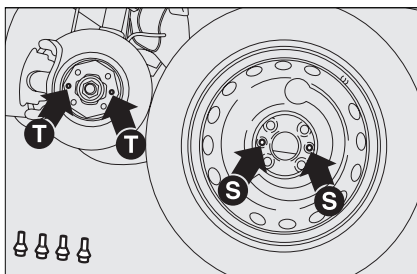

Рис. 7
- ☐ установите запасное колесо-докатку, совместив отверстия **S, рис. 7** с соответствующими штифтами **T**;
- ☐ Установите колесо, совместив отверстия **S, рис. 7** с соответствующими штифтами **T**;